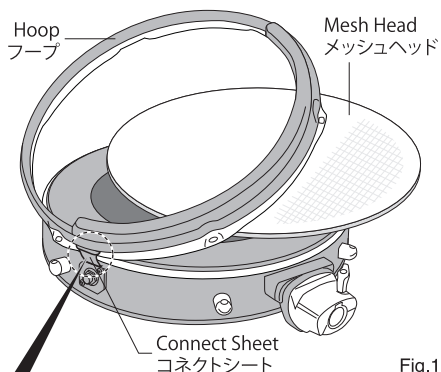

Fig.17
2. Slowly lift the hoop upward and hold it out of the way. Do NOT remove it completely. Next, remove the mesh head (Fig.17).
ジャックの反対側からゆっくりとフープを持ち上げ、メッシュヘッドを交換してください (Fig.17)。